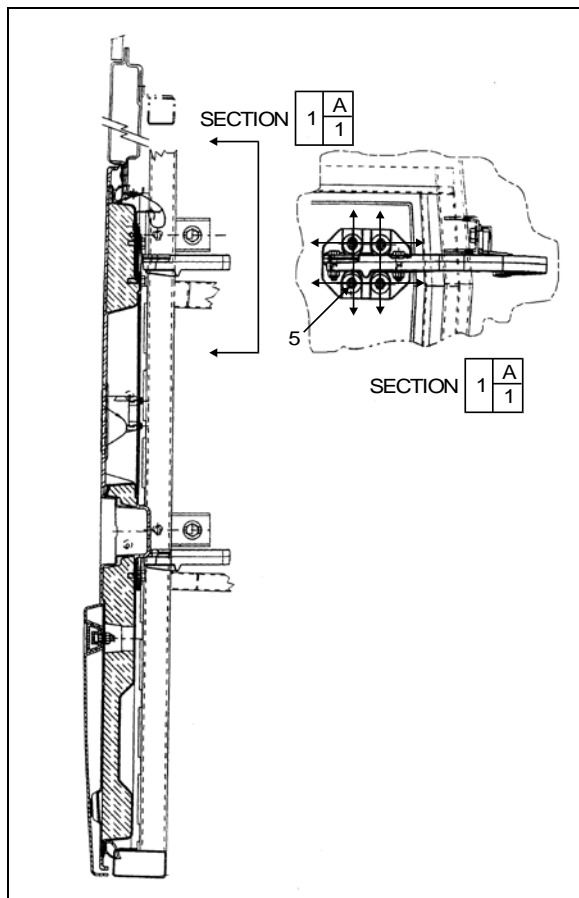

FIGURE 81: PORTE DU COMPARTIMENT DE SERVICE
7. Desserrer les vis (5, Figure 81) pour pouvoir déplacer la porte vers le haut ou le bas.